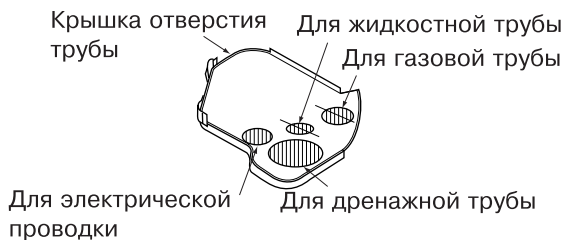

Рис. 24
- Сразу после сборки труб подрежьте крышку отверстия трубы по размеру и заново закройте отверстие. Для обрезки пользуйтесь ножницами. (См. рис. 24)